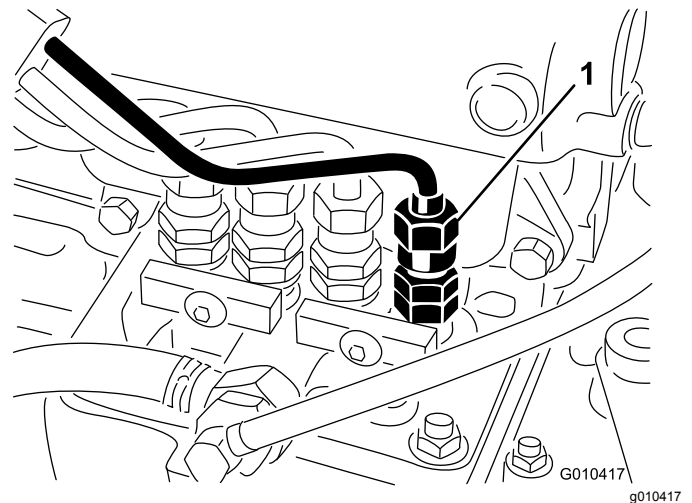

Figure 34
1. Desserrez le raccord entre l'injecteur N° 1 et le porte-injecteurs sur la pompe d'injection (Figure 34).